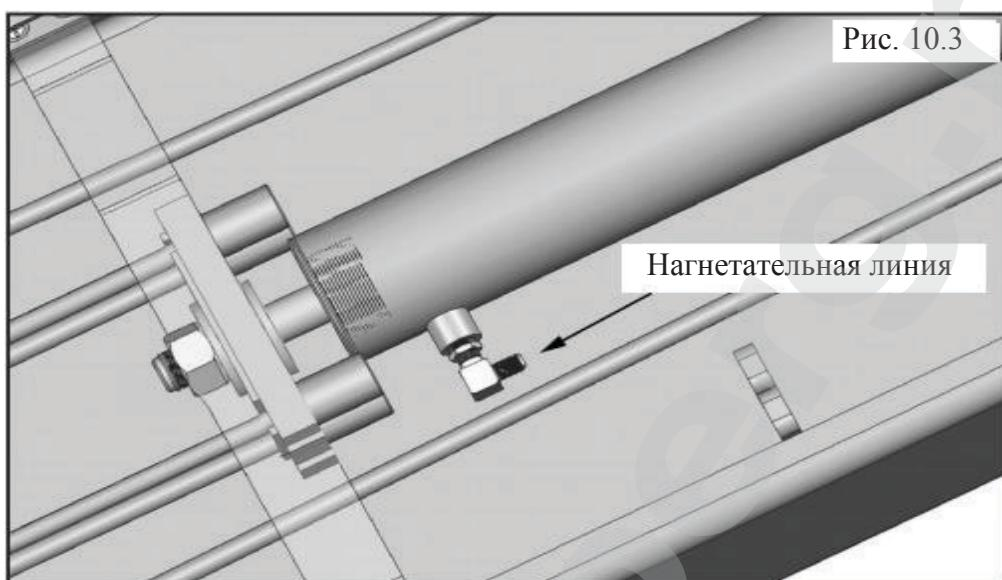

Рис. 10.1
- Снимите на агрегате транспортировочную заглушку на линии нагнетания. Подсоедините шланг высокого давления, как описано ниже, см. рис. 10.1 – 10.2.